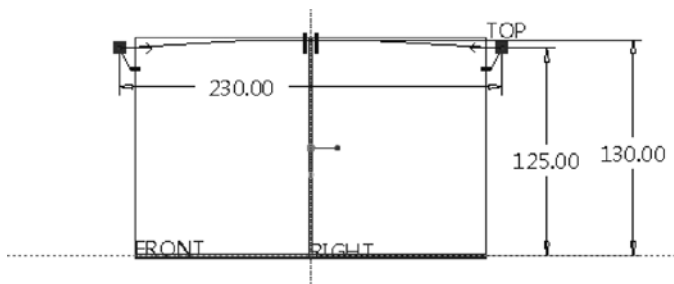

图 7-148 绘制圆弧
② 在“草绘”对话框中单击“使用先前的”按钮，进入草绘模式。此时，单击“草绘视图”按钮，定向草绘平面使其与屏幕平行。
③ 绘制如图 7-148 所示的圆弧。